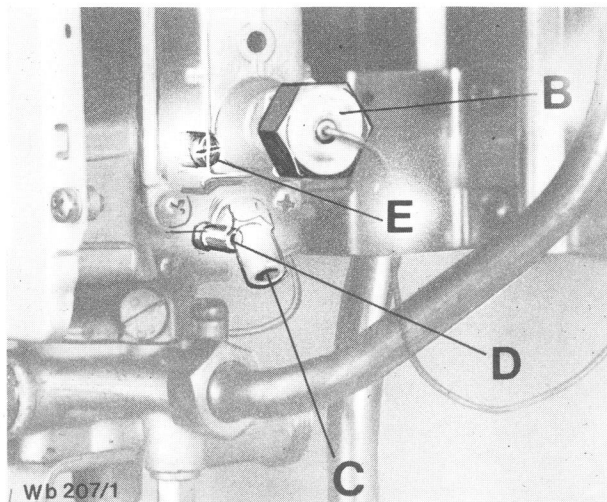

Figura 7
6. Sólo para aparatos de gas natural y gas licuado: Quitar el capuchón del tornillo regulador C (figura 7). Regular el citado tornillo C a la presión de boquilla (mbar) indicada en la tabla de la página 9. Si dicha presión de boquilla no es alcanzada, deberá controlarse la presión de conexión según II. 10.
9. Quitar el tornillo de estanqueidad D (figura 7) y conectar el manómetro en U al racor para mediciones. Poner el aparato en funcionamiento.
3. Sólo para aparatos de gas natural y gas licuado: Quitar el capuchón del tornillo regulador C (figura 7). Regular, con el tornillo C, el consumo de gas (l/min) indicado en la tabla de la página 10, mediante el contador de gas.
5. Apagar el aparato, cerrar la llave de paso del gas y la válvula de toma de agua caliente. Quitar el tornillo de estanqueidad D (figura 7) y conectar el manómetro en U al racor para mediciones. También en el método de ajuste volumétrico debe comprobarse la presión de conexión con ayuda del manómetro en U. Conectar el aparato.